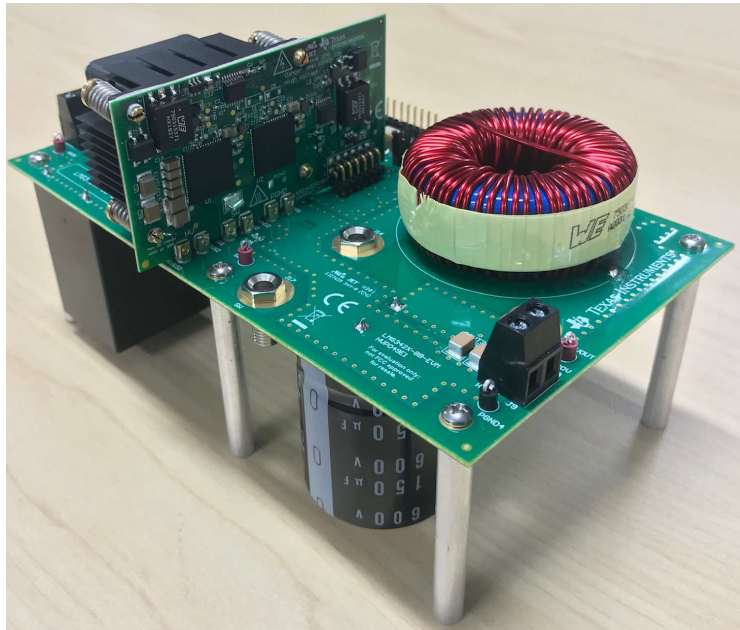
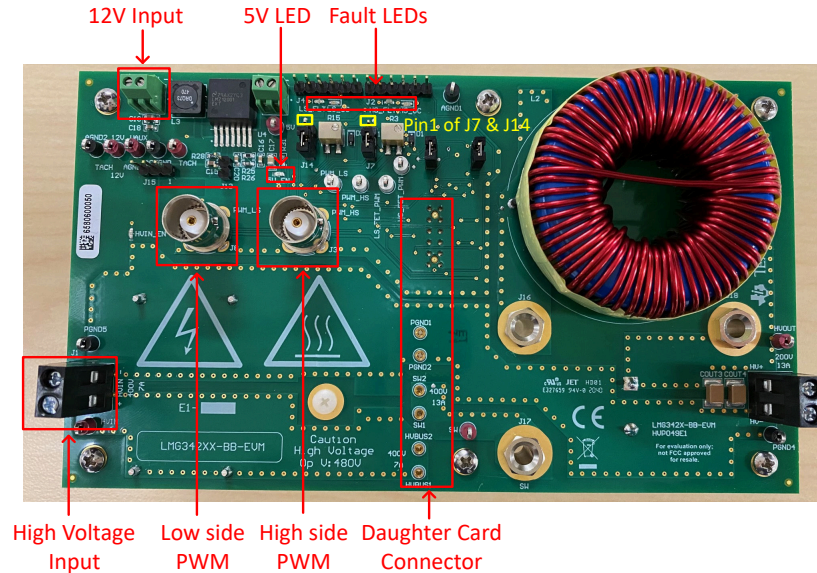

图 2-5. 带有 LMG2656EVM-102 的 LMG342X-BB-EVM 主板
图 2-6. LMG342X-BB-EVM 上的连接器和 LED
1. 将 LMG2656EVM-102 连接到 LMG342X-BB-EVM，如步骤 2 中所示；请参阅图 2-5。主板上的连接区域如图 2-6 所示。
6. 如果两个具有死区时间的互补 PWM 信号提供给了 J3（高侧 PWM）和 J8（低侧 PWM），请连接接头 J7 和 J14 的引脚 1 和引脚 2（J7 和 J14 的引脚 1 在图 2-6 中指示）。这样，两个 PWM 信号可直接控制高侧和低侧器件。
9. 将信号发生器的输出连接到 LMG342X-BB-EVM PWM 输入，如图 2-6 中所示。
10. 将 12V、2A 直流电源连接到 LMG342X-BB-EVM 12V 辅助电源，如图 2-6 中所示。
11. 将高压电源连接到 LMG342X-BB-EVM 高压输入以用于降压模式，如图 2-6 中所示。